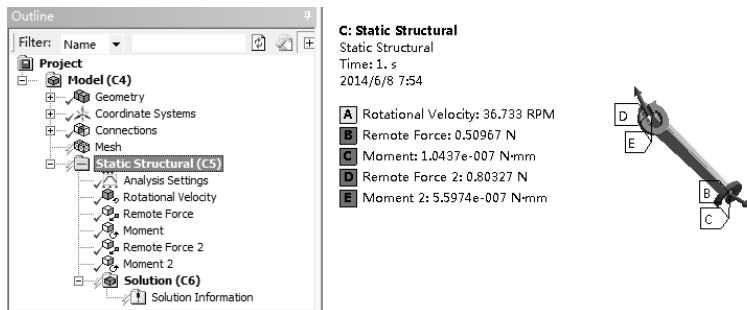

图 10-66 加载刚体运动载荷
5) 系统弹出【打开】对话框, 选择刚体分析中保存的结果文件, 单击【打开】按钮, 导入一系列载荷施加到模型上, 包括 Remote Force 和 Moment, 如图 10-66 所示。